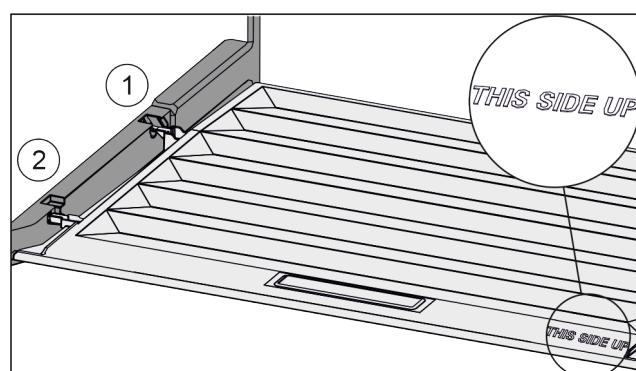

Fig. 54
- Вставить поперечные ребра крышки через отверстие заднего держателя Fig. 54 (1) и защелкнуть спереди в держателе Fig. 54 (2).